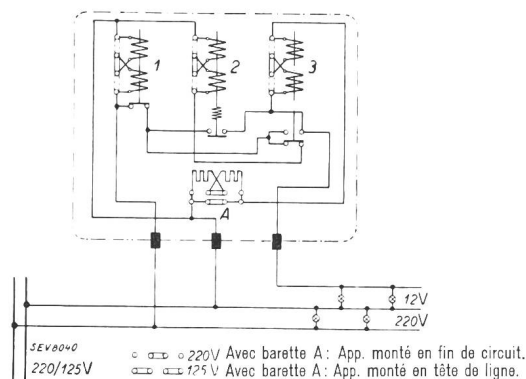

Fig. 2.
Le commutateur relais comprend les organes suivants (fig. 2): un relais direct (1) pour 220 V (tous ces relais sont prévus avec deux bobines à mettre en série ou en parallèle suivant que la tension normale est de 220 V ou 125 V), un relais à retardement (2) à 220 V, un relais direct (3) à 12 V. Son fonctionnement est le suivant: